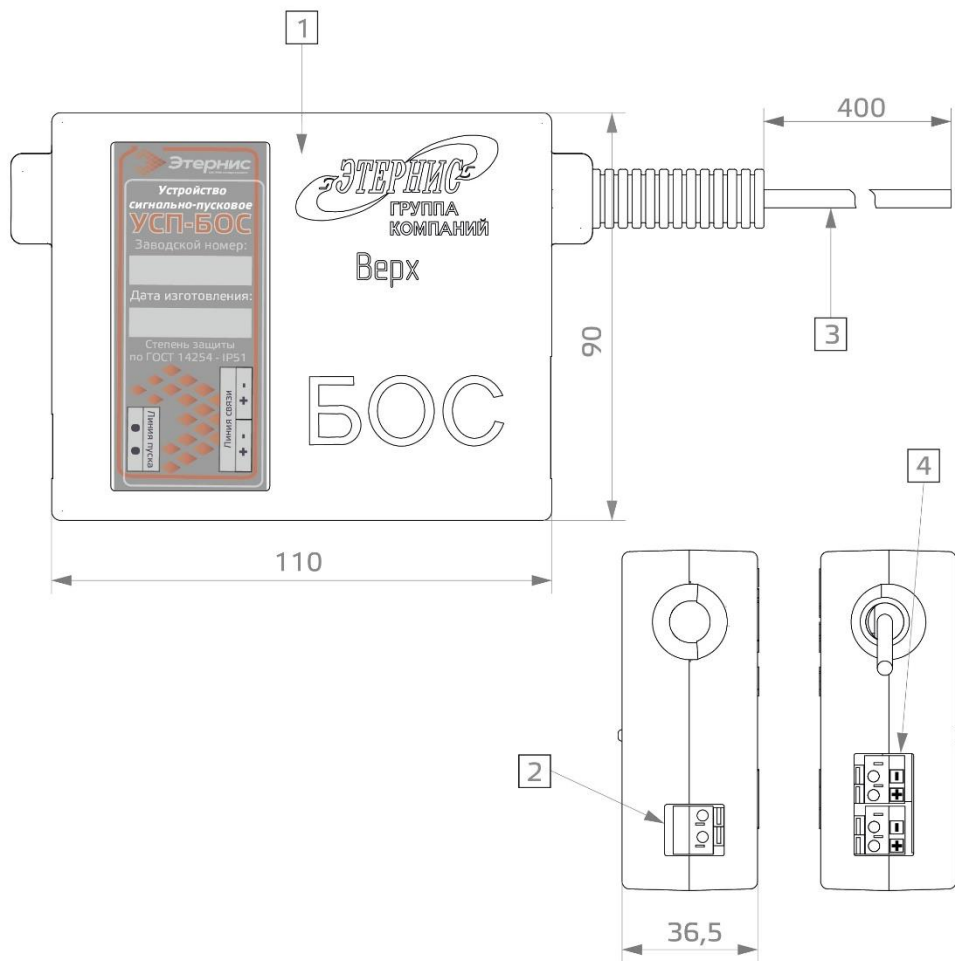

Рис. 1. Внешний вид Устройства сигнально-пускового «УСП-БОС».
4.1. УСП-БОС состоит из корпуса с выносным элементом контроля. Внешний вид изделия приведен на рис. 1.
Цифрами на рис. 1 обозначены: